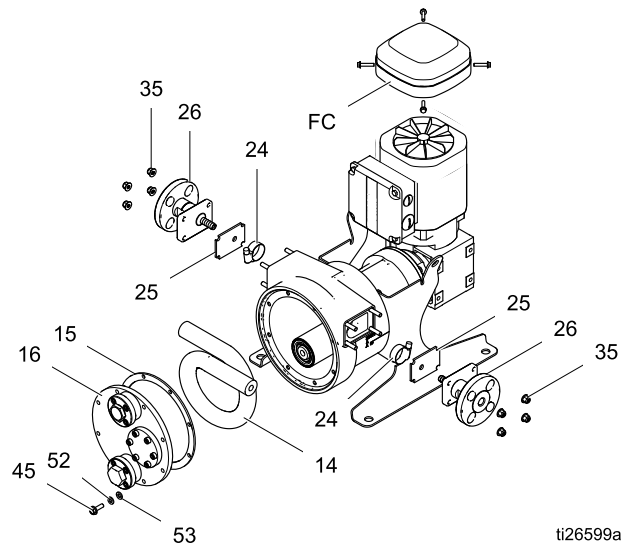

Figure 2 Wyjęcie lub instalowanie węża
2. Patrz rysunek 2, strona 10. Przy pomocy klucza wykręcić śruby (45) i podkładki (52, 53, jeśli są), które mocują pokrywę przednią (16), na końcu wymontować śrubę górną i podkładkę (jeśli jest). Zdjąć pokrywę pompy. Jeśli pokrywa przywiera delikatnie przerwać uszczelkę płaskim wkrętakiem wkładając go pomiędzy pokrywę i obudowę.